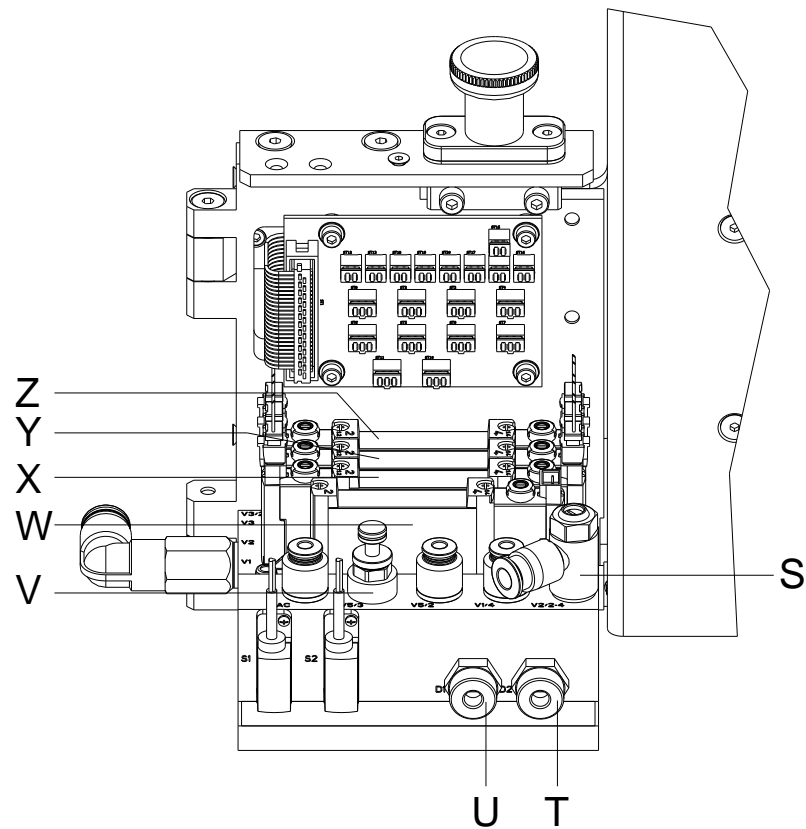

Abbildung 5
Verweise auf bestimmte Positionen in einer Abbildung werden mit Positionsnummern gekennzeichnet. Sie werden im Text mit Klammern ausgezeichnet, z. B. (9). Wenn keine Bildnummer angegeben ist, beziehen sich Positionsnummern im Text immer auf die nächstgelegene Grafik oberhalb des Texts. Wird auf eine andere Grafik Bezug genommen, wird die Bildnummer mit angegeben, z. B. (2, in Abbildung 5).